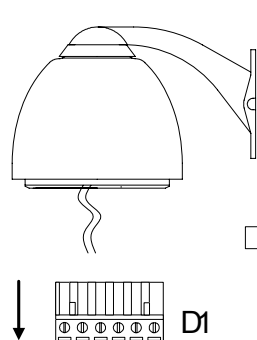

Figura 13
- 8) Saque el conector D1 (vea la Figura 13).